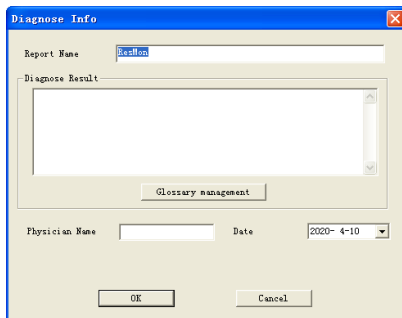

Figura 5.43
- 3) Nell'interfaccia di anteprima di stampa è possibile modificare le informazioni relative alla diagnosi e inserirle nel referto. Fare clic su "Diagnose" (Diagnosi) per accedere all'interfaccia mostrata nella Figura 5.43, inserire il nome del referto nel campo "Report Name" (Nome referto) e i risultati della diagnosi nel campo "Diagnosis Result" (Risultato della diagnosi). Fare clic su "OK" per finalizzare l'inserimento del nome del referto e delle informazioni diagnostiche nel referto.